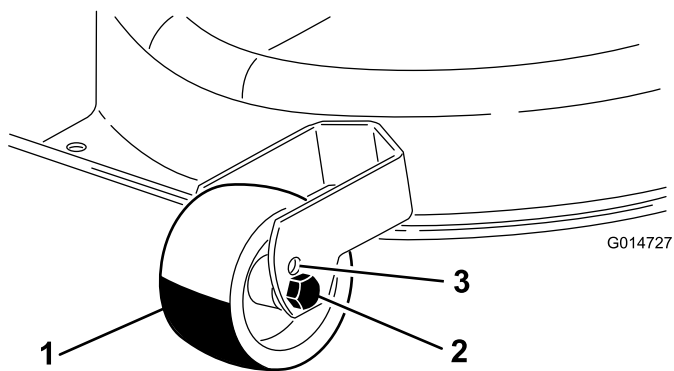

Bild 9
- Wenn Sie die Schnitthöheneinstellung 1 oder 2 verwenden möchten, setzen Sie die Mähwerkkräder in das oberste (höchste) Loch in den Radhalterungen (Bild 9).
- Wenn Sie die Schnitthöheneinstellung 3 oder 7 verwenden möchten, setzen Sie die Räder in die unteren (niedrigsten) Löcher in der Radhalterung; siehe Bild 9.